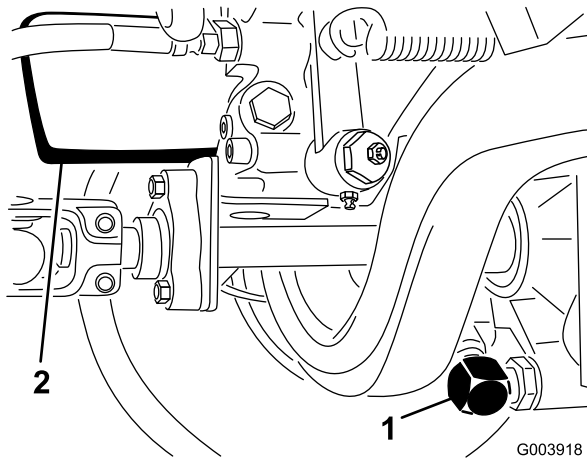

Bild 63
2. Säubern Sie den Bereich um die Saugleitung unten am Getriebe (Bild 63) und stellen Sie eine Auffangwanne unter die Leitung.
2. Reinigen Sie den Bereich um den Filterbefestigungsbereich und stellen Sie eine Auffangwanne unter den Filter (Bild 63).